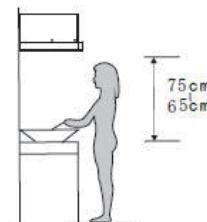

Fig. 1
1. La hotte aspirante doit être placée à une distance de 65 à 75 cm de la surface de cuisson pour un résultat optimal. Voir Fig. 1.